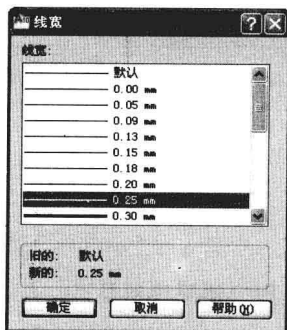

图 6-2-5
(7) 单击“点划线”图层右侧的线宽名称“默认”，打开线宽选择对话框，选择线宽尺寸 0.25mm，如图 6-2-5 所示，单击“确定”按钮。